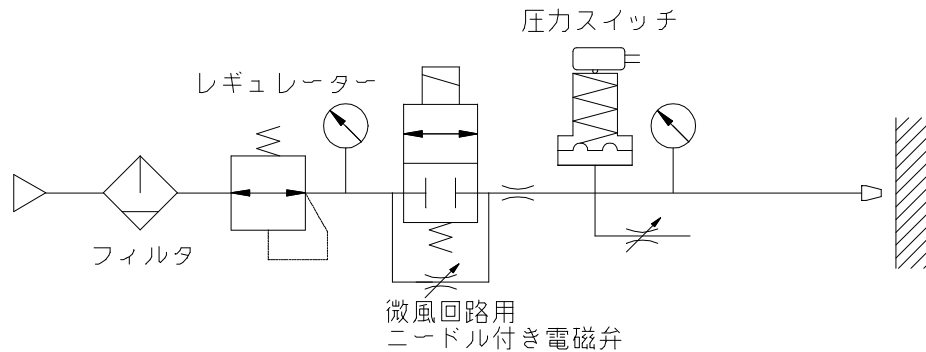
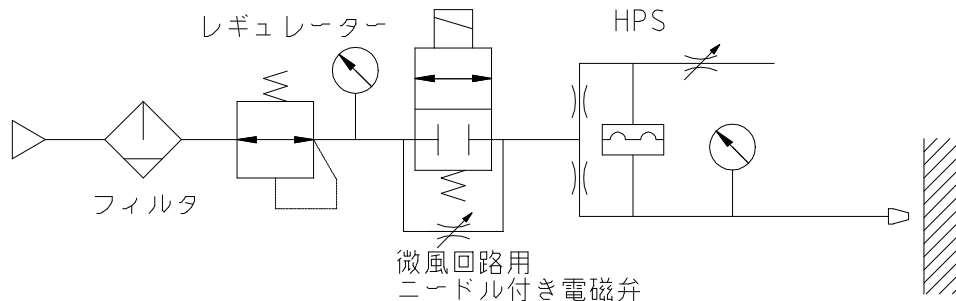

図37 圧力スイッチ型と微風付き電磁弁
図38 密着確認スイッチと微風付き電磁弁
10) 密着確認スイッチは空気式ブリッジ回路を使用しています。図37の従来からの圧力スイッチ方式と密着確認スイッチの推奨回路では信号の取り込みタイミングが異なります。ご注意ください。
●図37の回路ではワークの有無に関わらず電磁弁が閉になれば圧力スイッチがOFFとなります。
●図38の回路では微風エアにより密着確認スイッチが働きワーク有り時にONの信号を発します。
●エアセンサの異常を検出する制御回路が組まれている時、図37の従来型圧力スイッチ方式では電磁弁OFF時にOFF確認を行なっていましたが、図38のギャップスイッチ基本回路では電磁弁のON時にワークが離れたタイミングを狙ってOFF確認を行ってください。また、制御回路の変更が無理な時は微風エアを完全に止めてください。この場合、ON→OFFに1秒程度の遅れが生じます。